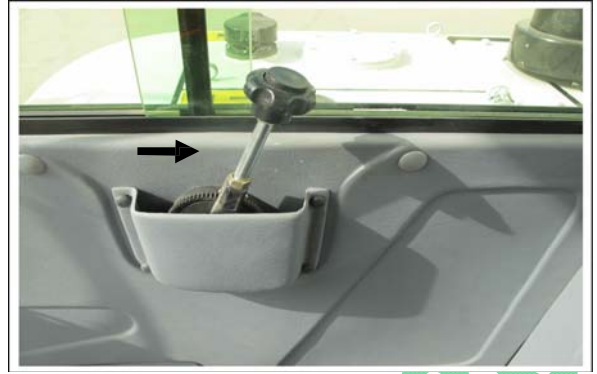

Fig 3—17
3. Put the safe pole ① (Fig 3—18)